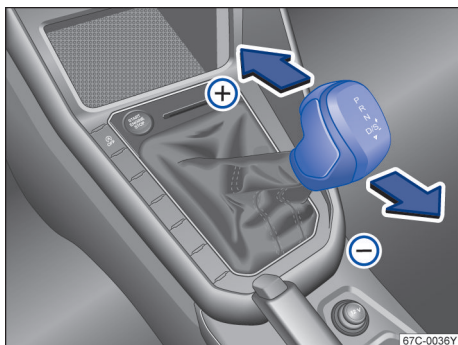

图 89 换挡杆在 Tiptronic 手动电控换挡程序位置上
- 向前  或向后  短促按压换挡杆，即可换高档或降挡 → 图 89。